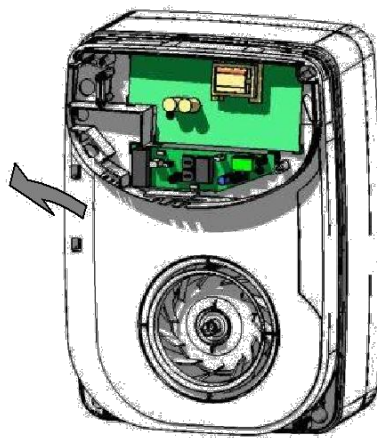
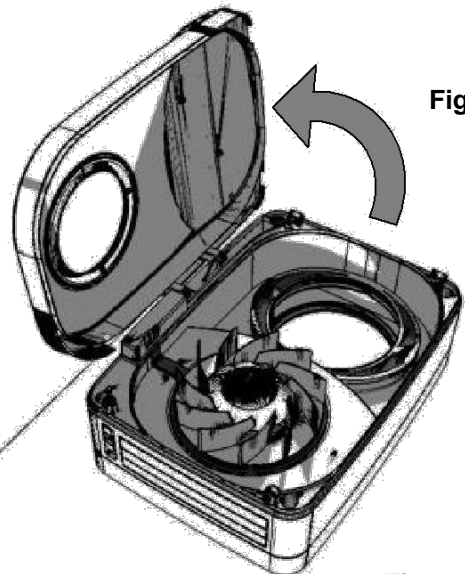

Fig.5
Fig.6
- 5) Trek omhoog waar aangeduid om de scharnieren vast te zetten (Fig. 5) en om deur te openen (Fig. 6).